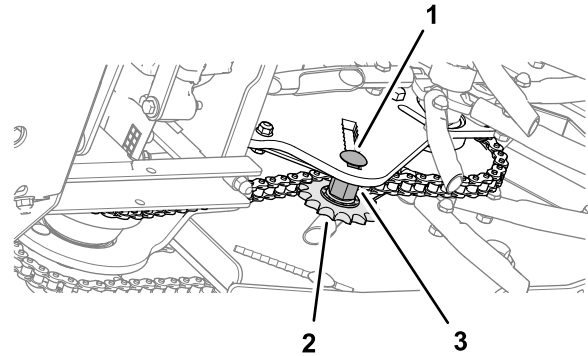

Рисунок 62
- Чтобы отрегулировать натяжение цепи, ослабьте болт и резьбовую проставку натяжной звездочки и нажмите на звездочку вверх для увеличения натяжения цепи (Рисунок 62).